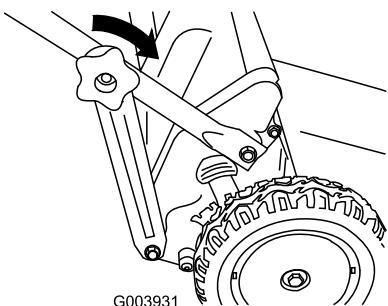

Figura 17
- Instale los pomos del manillar inferior y apriételos todo lo que pueda (Figura 17).